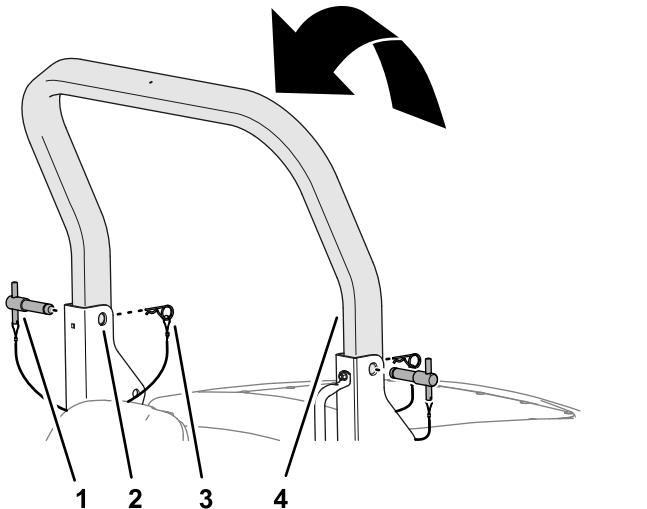

Figura 23
- Sollevate il roll bar superiore finché i suoi fori non sono allineati con le staffe orientabili (Figura 23).
- Inserite i perni del roll bar nei fori superiori delle staffe orientabili e nel roll bar superiore (Figura 23).
- Fissate i perni del roll bar alle staffe orientabili con le coppiglie (Figura 23).